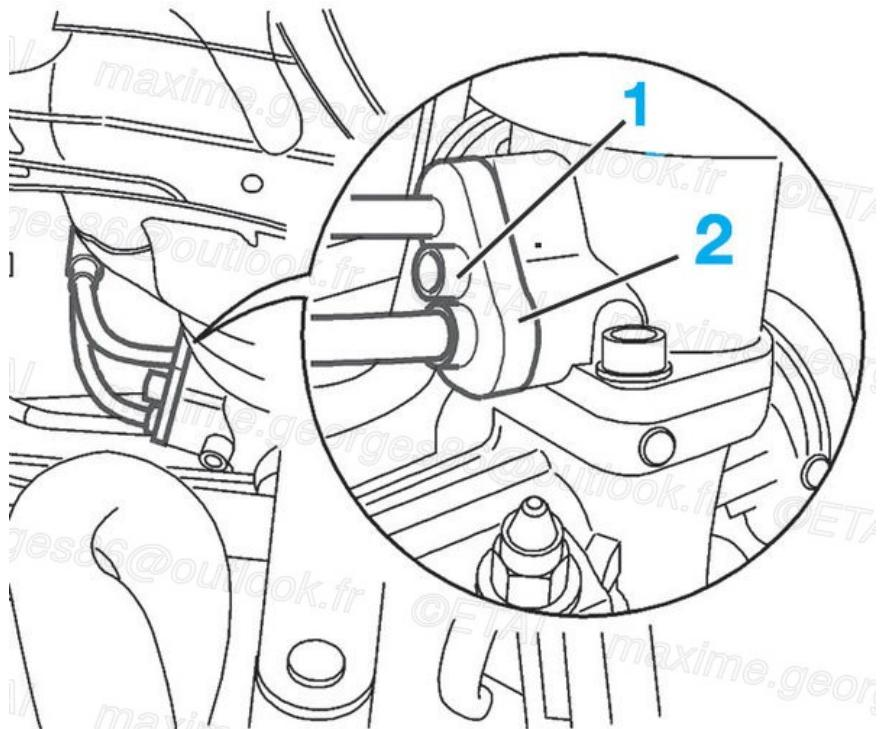

Fig.14
- Déposer les vis (3) et (4) de fixation du berceau et le descendre progressivement de 60 mm environ.
- Déposer la vis (1) (Fig.14) (/media/RTA/RTA_714/RTA714A-006-014X.jpg).